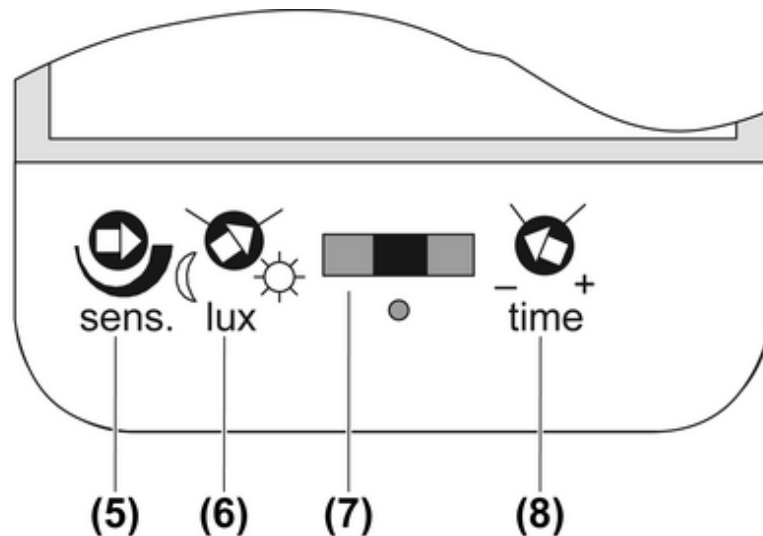

Bild 6: Einsteller unter Schiebeschalter
- i** Steht der Einsteller **time** (5) auf Kurzzeitbetrieb, linker Endanschlag (Bild 6), wird das Licht für ca. 0,5 Sekunden eingeschaltet, auch wenn die Taste länger gedrückt wird.
- Schiebeschalter (4) abnehmen.
- Einsteller **lux** (6) in gewünschte Position drehen (Bild 6).